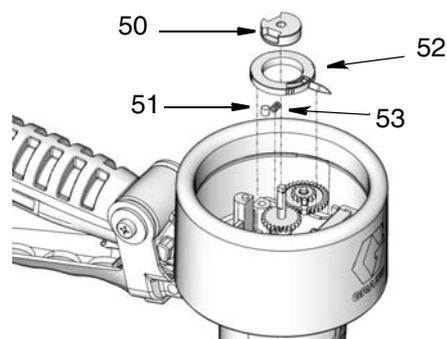

ABB. 23
- Zeigerunterteil (52), Feder (53), Stift (51) und Einsatz (50) wie in ABB. 23 dargestellt anbringen. Die Einsatz-Stellschraube mit einem Sechskantschlüssel festziehen.